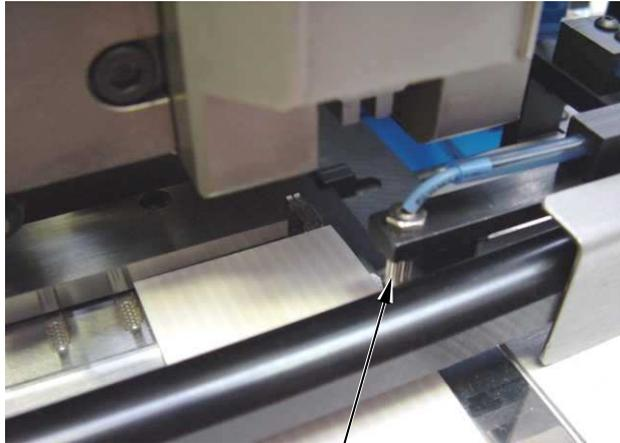

Bild 15
- e) Gabellichtschranke [2] mit Hilfe der Rändelschraube [1] (Bild 14) so einstellen, dass sie über dem ersten Leiter der Folie positioniert ist (Bild 15).